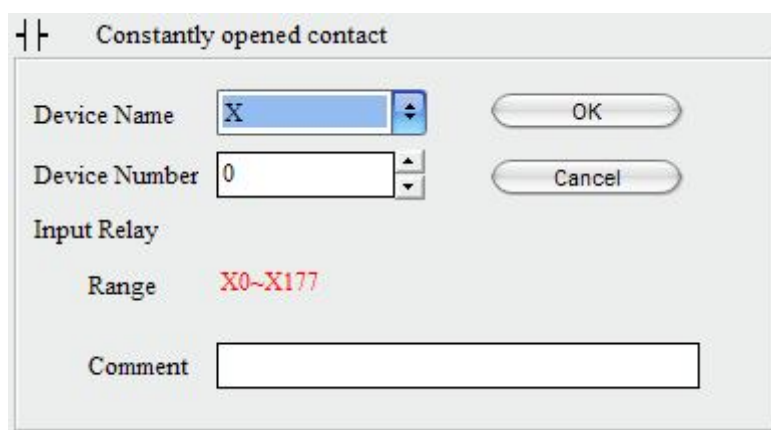

Рис. 4.2. Окно редактирования устройства.
Нажмите на кнопку  панели быстрого запуска или кнопку «F1» клавиатуры. Появится окно редактирования устройства (рис. 4.2).
Добавьте на диаграмму выход 0. Для этого нажмите на кнопку  («F7» с клавиатуры). Появится окно редактирования устройства (рис. 4.2). В левом верхнем углу, как обычно, указан тип редактируемого устройства – выходная катушка (*Output Coil*). Задайте имя устройства – Y, номер устройства – 0, комментарий – «Выход 0» и нажмите OK.
Осталось добавить вход 2. В соответствии с формулой (1) вход 2 должен быть нормально замкнутым реле. Поместите область ввода справа от X0 и нажмите на кнопку  («F2» с клавиатуры). Вновь появится окно редактирования устройства (рис. 4.2), типом устройства на этот раз будет нормально замкнутый контакт (*constantly closed contact*). Введите имя и номер устройства (X2) и задайте комментарий («Вход 2»).
Теперь можно добавить осмысленный комментарий к контакту *T0*. Для этого щелкните дважды мышью по контакту *T0* или, установив на него область ввода, нажмите клавишу «Enter» с клавиатуры. Появится окно *Input Instruction* (ввод инструкции), в нем нажмите на кнопку «...» чтобы вызвать окно редактирования устройства (рис. 4.2). Введите комментарий «Сброс счетчика импульсов» и нажмите *OK*.
Установите область ввода под контактом *C1* и нажмите на кнопку  («F3» с клавиатуры). Появится окно редактирования устройства (рис. 4.2). Тип устройства – *Rising-edge Contact* (Контакт, замыкаемый фронтом сигнала). Введите имя устройства – *X*, номер – 3, комментарий – «S». Сместите область ввода вниз и добавьте аналогичный контакт *X4* с комментарием «R».